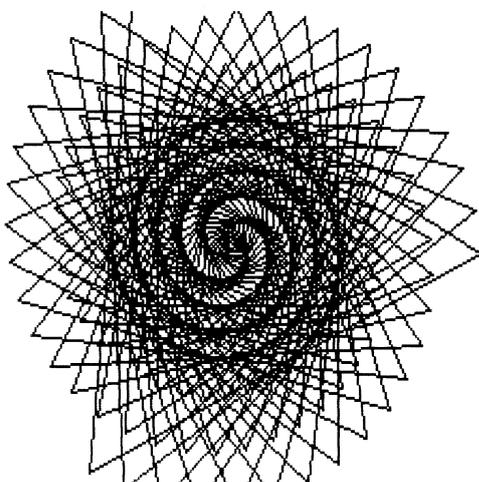

Abbildung 2
1. Programm (Listing 2, Abb. 2)
Abbildung 2 zeigt einen Programmlauf mit den Eingabewerten: $x_0=160$, $y_0=100$, $s=4$, $w=123$ und $ds=1$.